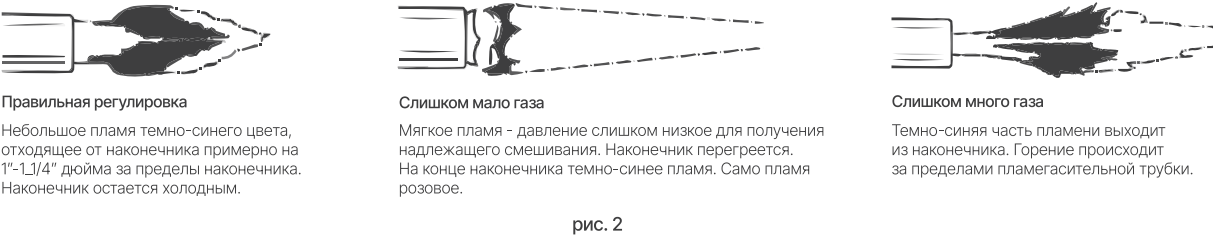

рис. 2
2. Как только горелка загорится, отрегулируйте регулятор (рис. 2).